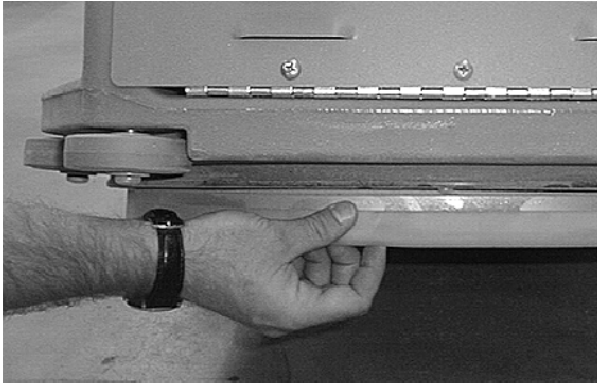

FIG. 29
- Contrôlez l'état de la jupe anti-poussière, remplacez-la si elle est usée. (Figure 29).